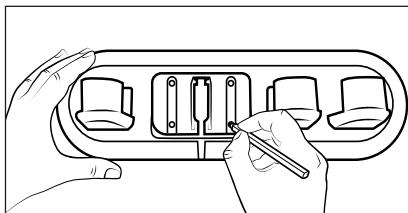

Afb. 4
- 1) Haal de wandhouder 17 uit de accessoirehouder 16. Steek de gelijkstroomstekker 10 van de netvoedingsadapter 9 in de wandhouder 17 zoals de volgende afbeelding laat zien. Maak de gelijkstroomstekker 10 vast door eraan te draaien (zie afb. 4).